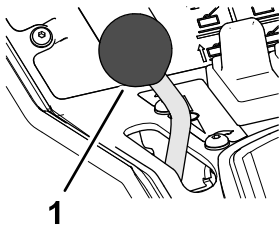

Bild 6
- Um die Motordrehzahl zu erhöhen, bewegen Sie den Gasbedienungshebel (**Bild 6**) nach vorne.